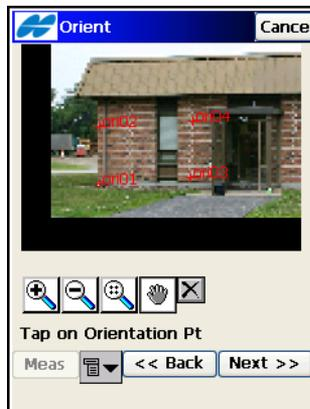

Abbildung 8-62. Bildorientierung berechnen
- Sobald mindestens vier Orientierungspunkte festgelegt sind, können Sie mit **Weiter** im Fenster *Orientierung* (Abbildung 8-62) die Orientierungsergebnisse aufrufen.